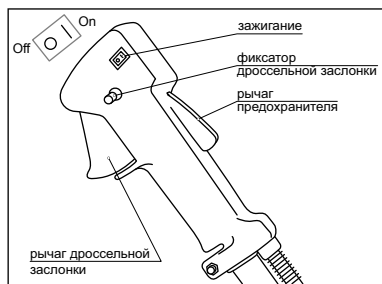

рис. 14
- На ручке управления установите зажигание в положение «On» (рис. 14).
- Плавно нажмите на рычаг дроссельной заслонки, доведите двигатель до максимальных оборотов и приступайте к работе (рис. 14). Кошение производите крепко держа триммер обеими руками за рукоятки.